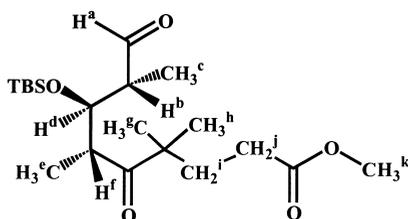

Figure 3
Une petite quantité d'aldéhyde 12 (Figure 3) est isolée afin de l'identifier.
- I-14** En utilisant les notations de la Figure 3 pour chaque atome d'hydrogène, proposer une attribution pour chacun des protons de l'aldéhyde **12** aux signaux correspondants (présenter impérativement vos résultats sous forme de tableau). Justifier la multiplicité des signaux.